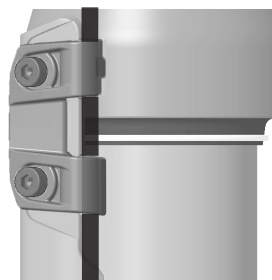
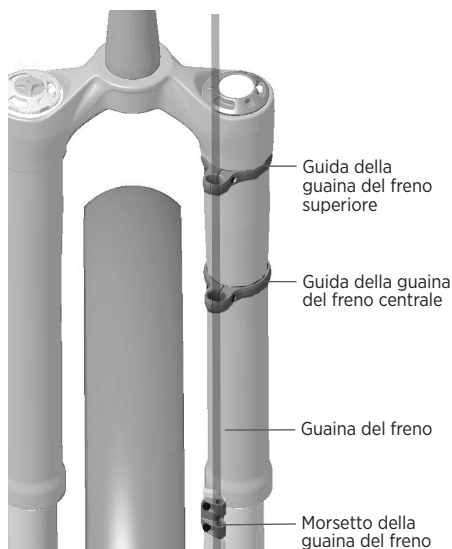

Figura 13: Installare le viti del morsetto della guaina del freno
Figura 14: Vista completa del percorso della guaina del freno attraverso le guide della guaina del freno e nel supporto verticale
2. Far passare la guaina o l'alloggiamento del cavo del freno a disco anteriore lungo la parte interna del tubo inferiore sinistro. Quindi, installare la guaina del freno nell'apertura presente sul morsetto della guaina del freno (Figura 13). Verificare che la guaina del freno presenti una lunghezza sufficiente all'interno in modo che il tubo superiore non entri in contatto con la guaina del freno durante la compressione della forcella (Figura 14). Utilizzare una chiave esagonale da 2,5 mm per installare senza stringere le due viti del morsetto della guaina del freno, dal momento che saranno necessarie ulteriori regolazioni in una fase successiva.